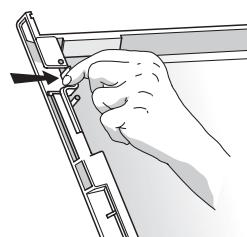

Abb. 3
- Auf die beiden seitlichen Feststeller auf der unteren Frontseite drücken und die Abdeckung des Fachs abnehmen (siehe **Abb. 3**)